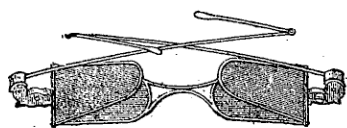

Fig. 25
**Lunettes fer à cheval (4 verres)**, doubles ou simples branches (fig. 25) .